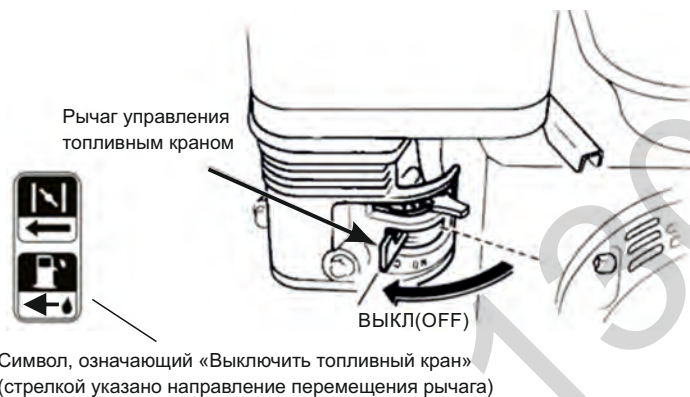

Рисунок 22
3. Переведите рычаг управления топливным краном в положение «ВЫКЛЮЧЕНО» (ВЫКЛ(OFF)) (рис.22).